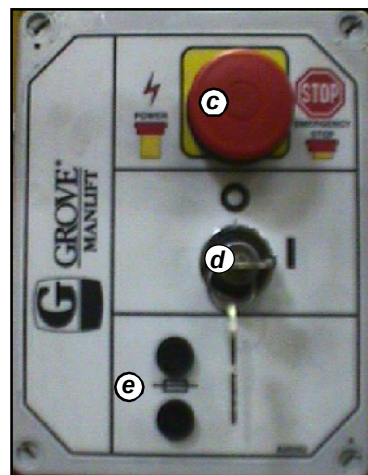

Fig. 4.8 - Boîtier électrique bas.
- c. Interrupteur d'arrêt d'urgence (Fig. 4.8): APPUYER sur l'interrupteur pour couper l'alimentation électrique de la machine, coupant toutes les fonctions de la plate-forme. L'interrupteur doit être tiré pour restaurer les fonctions de la machine.